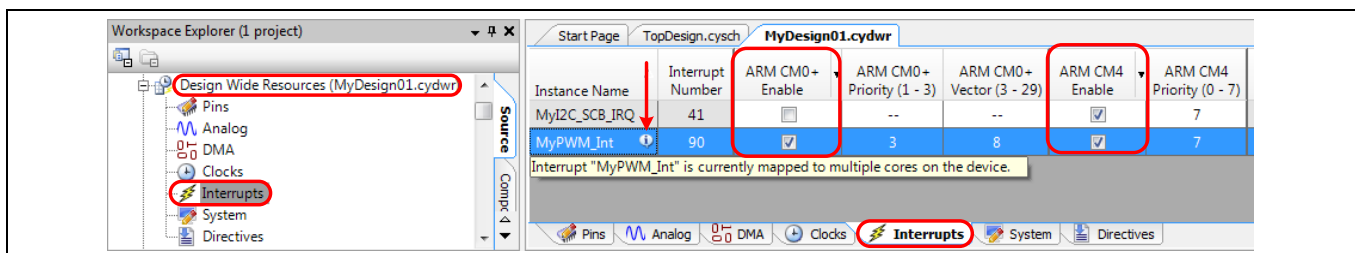

Figure 12 CPU への割り込み割当て
**Design Wide Resources** ウィンドウ (ファイルタイプ .cydwr) で、Interrupts タブを選択して、デザイン内のすべての割り込みを確認します (Figure 12 を参照)。